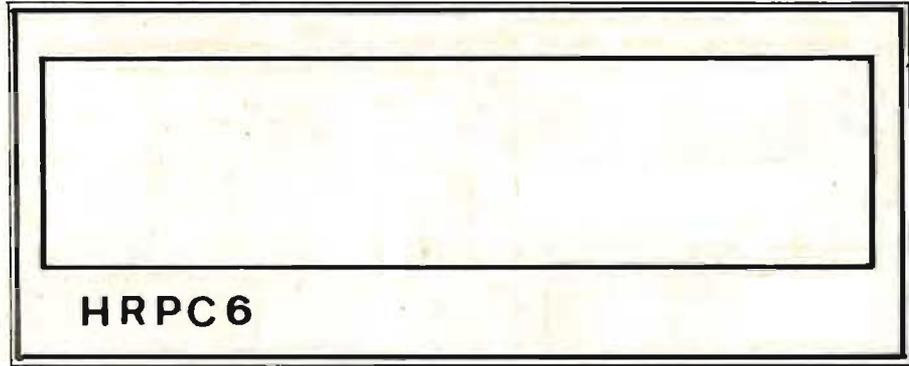

Fig. 13. - Scotchcal de face avant.
2. Décors avant et arrière. Papier à dessin noir ou Scotchcal. Figures 13 et 14.